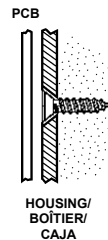

Figure 2: Mounting Screw Position/ Figure 1: Position de la vis de montage/ Figura 1: Posición Tornillo de Montaje
8. Mount the back cover using two screws and replace the PCB. Use ISO 7050 (ST3.5 x 22) or similar countersunk screws so that the screw head will not touch the PCB – see Figure 2.
8. Montez le couvercle arrière sur le mur en utilisant deux vis. Employez ISO 7050 (ST3.5 x 22) ou noyez de façon similaire la vis afin que la tête de la vis ne touche pas le PCB – voir Figure 2.